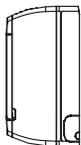

Рис. 1
1. Сдвиньте декоративную панель, как показано на рис. 1, отведите ее под небольшим углом (см. рис. 2) и откройте (см. рис. 3).
- Задняя панель устройства должна вплотную прилегать к стене (рис. 1).